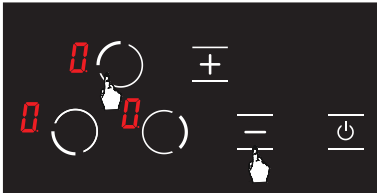

Abbildung 25
2. Berühren Sie die Auswahlstaste (**⦿**) für die obere linke Kochplatte und die Minustaste (**-**) gleichzeitig, (siehe Abb. 25) Dabei ertönt ein kurzer Signalton. Danach werden die Finger vom Bedienfeld des Herds entfernt.